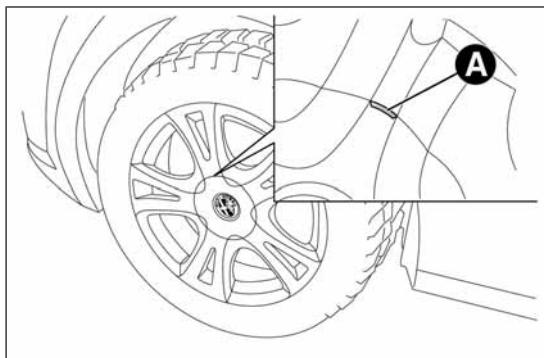

РИС. 118
- **исполнения с дисками из легких сплавов:** покачайте автомобиль, чтобы облегчить снятие диска со ступицы колеса. В некоторых моделях могут быть установлены диски из легких сплавов с колпаком ступицы колеса (РИС. 118). Чтобы снять колпак, вставьте отвертку в гнезда А и отпустите крепежные болты. Выполните замену колеса в соответствии с приведенным выше описанием;